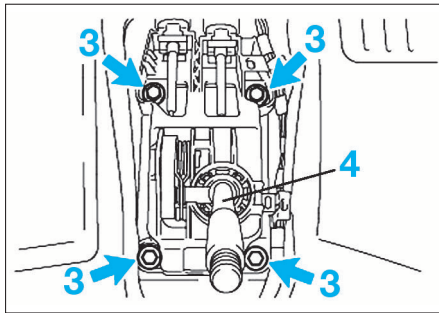

FIG. 9
- Déposer la console milieu (2).
- Déposer les 4 vis (3) et le levier de vitesses (4) (fig. 9).